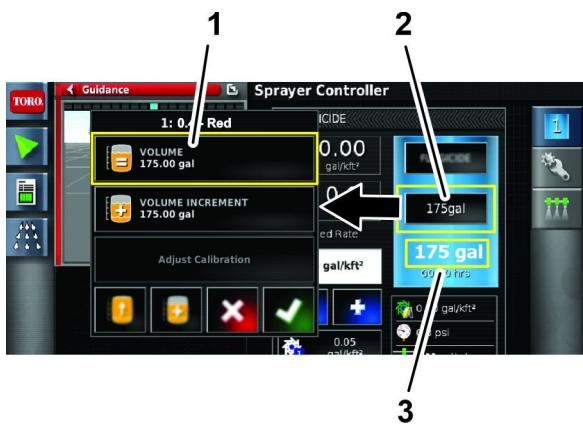

Figura 123
- Premete l'Icona del VOLUME (Figura 123).